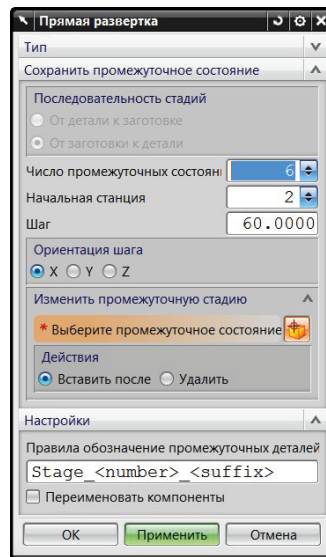

Рис. 3.17. Окно «Прямая развертка» на этапе создания промежуточных состояний
- Разработайте предварительную технологию деформирования детали последовательной штамповкой. В разделе **Тип** нажмите кнопку **Создайте промежуточные положения**. Окно **Прямая развертка** трансформируется к виду (рис. 3.17).